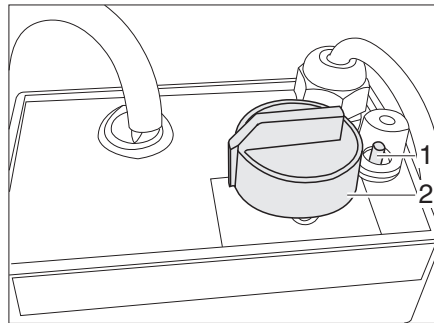

Fig. 305 Regulador para calentamiento eléctrico del piso/de la cama
- Girar el regulador giratorio (Fig. 305,2) hasta el nivel de calefacción deseado.
- Girar el regulador giratorio (Fig. 305,2) a la posición "0".
Si el regulador se sobrecarga, se activa la protección contra sobrecargas. El pasador (Fig. 305,1) salta y se sale.
- Cuando el regulador se haya enfriado, introducir el pasador (Fig. 305,1) de la protección contra sobrecarga.